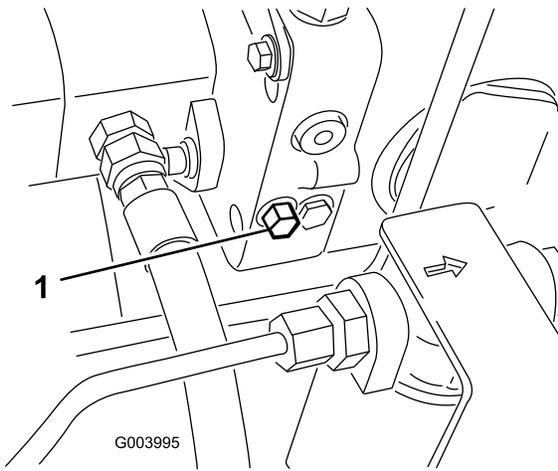

Figure 32
- La vanne de dérivation est située du côté gauche de l'hydrostat (Figure 32). Tournez le boulon une fois et demie pour ouvrir la vanne et permettre la dérivation interne de l'huile. Il est alors possible de déplacer la machine lentement sans endommager la transmission.